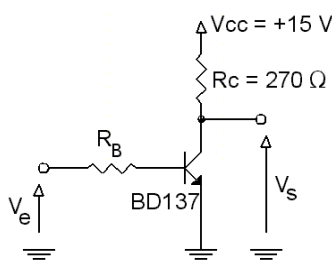

Figura 1
- 1.1. En el circuito de la figura 1, la resistencia R_B es de $2,2K\Omega$ y la entrada es una tensión continua de +5V. Realizar el cálculo teórico de I_B , I_C , y la relación I_C/I_B con la que trabaja el transistor, a partir de los datos reflejados en las hojas de características del transistor.